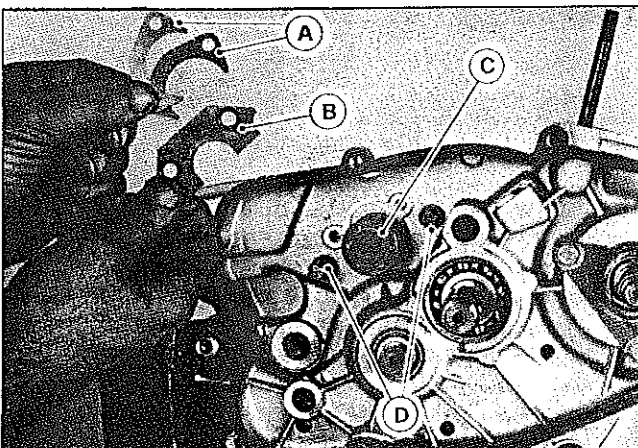

FIG. M23 -
- b. Deve-se repetir esta operação para todas as seis marchas. Se o jogo for nulo, aumentar ou diminuir as espessuras dos calços e recolocá-lo em condições normais. Figura M23.